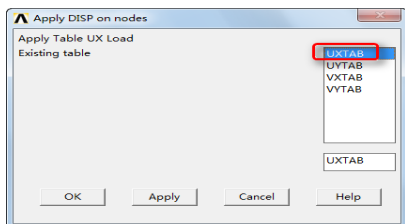

图 9-26 “Apply DISP on nodes”对话框
⑫“Apply DISP load on nodes”对话框中，在“Apply UX load as a”的选择列表中选择“Existing table”，在“Apply UY load as a”的选择列表中选择“Existing table”。
⑬单击“OK”按钮，会弹出“Apply DISP on nodes”对话框，如图 9-26 所示，选择列表中的“UXTAB”。